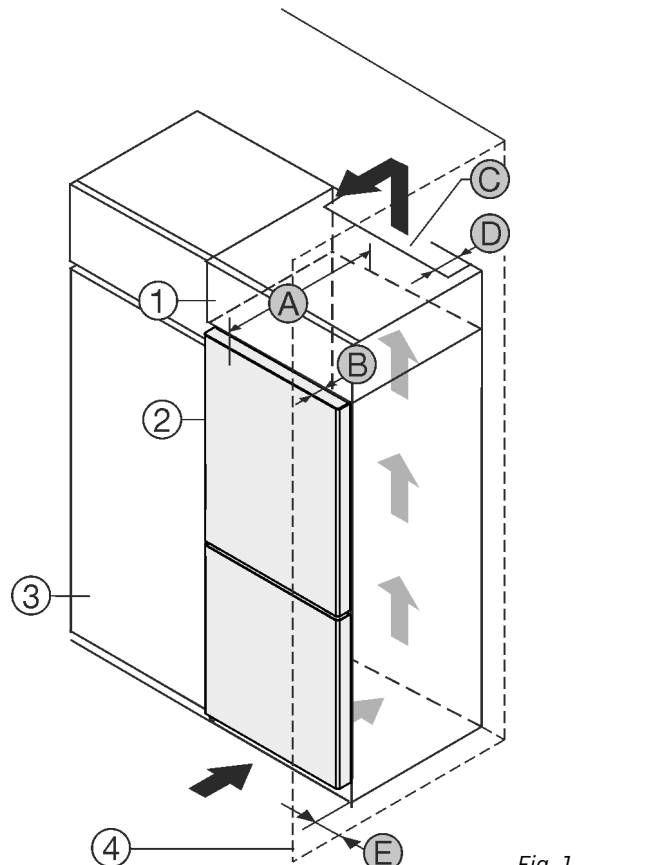

Fig. 1
Gerät direkt neben dem Küchenschrank Fig. 1 (3) aufstellen. An der Rückseite des Aufsatzschrankes muss ein Abluftschacht mit der Tiefe Fig. 1 (D) über die gesamte Aufsatzschrankbreite vorhanden sein.
Unter der Raumdecke muss der Entlüftungsquerschnitt *Fig. 1 (C)* eingehalten werden.
Wenn das Gerät mit den Scharnieren neben einer Wand *Fig. 1 (4)* aufgestellt wird, muss der Abstand zwischen Gerät und Wand mindestens 13 mm betragen.
Wenn das Gerät mit den Scharnieren neben einer Wand *Fig. 1 (4)* aufgestellt wird, muss der Abstand zwischen Gerät und Wand mindestens 20 mm betragen.
Um die Türe vollständig öffnen zu können, muss Gerät um die Türtiefe *Fig. 1 (B)* gegenüber der Küchenschrankfront vorstehen. Abhängig von der Tiefe der Küchenschränke *Fig. 1 (3)* und Verwendung von Wandabstandshaltern kann das Gerät weiter herausragen.